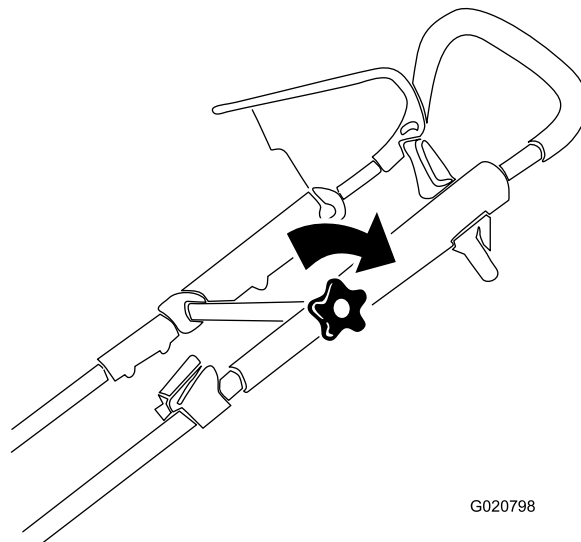

Figure 4
- Placez la partie supérieure du guidon à la position voulue et serrez solidement le bouton du guidon (Figure 4).